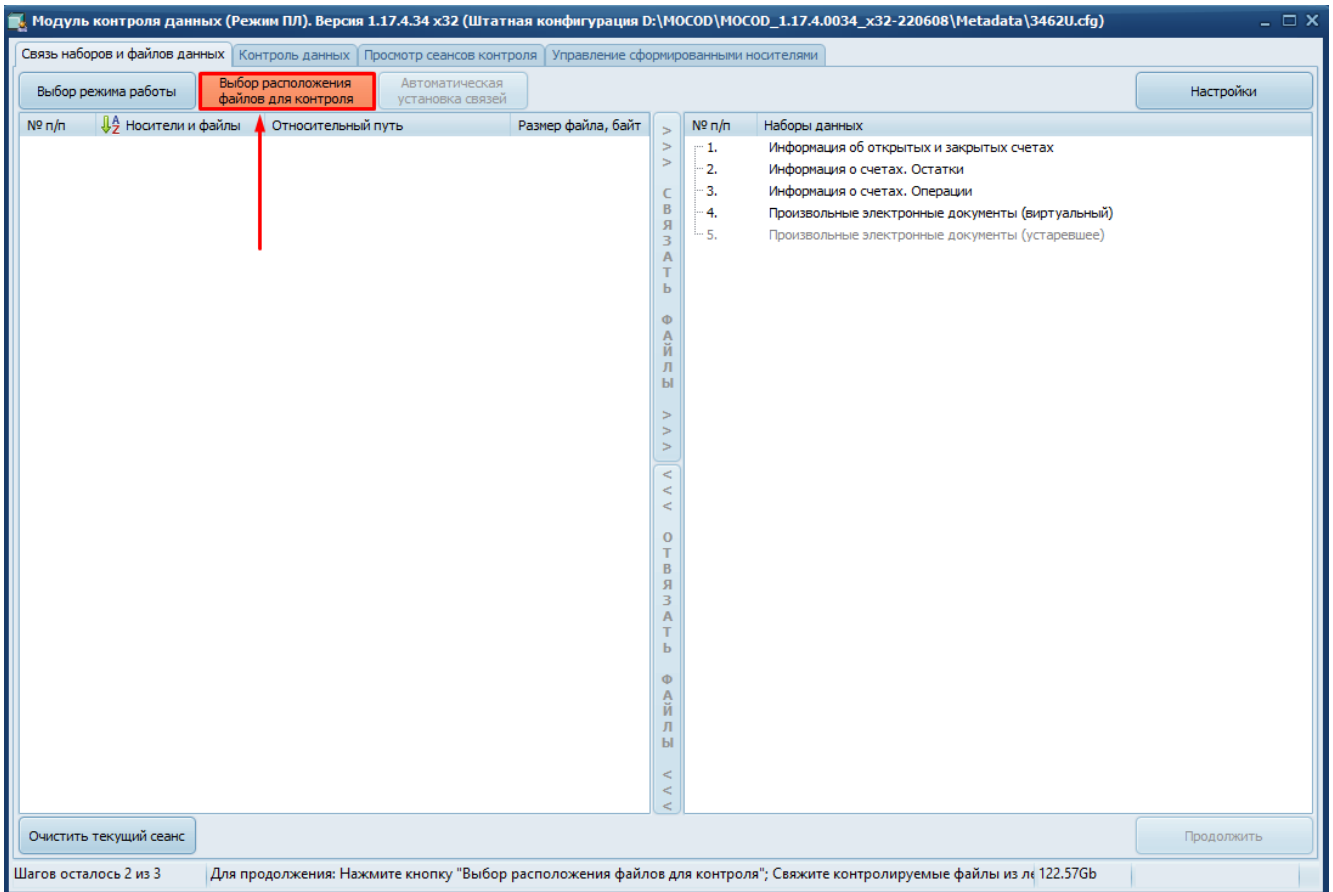

Рисунок 16 – Выбор расположения файлов электронной информации для контроля
1) Нажать кнопку «Выбор расположения файлов для контроля» (Рисунок 16).